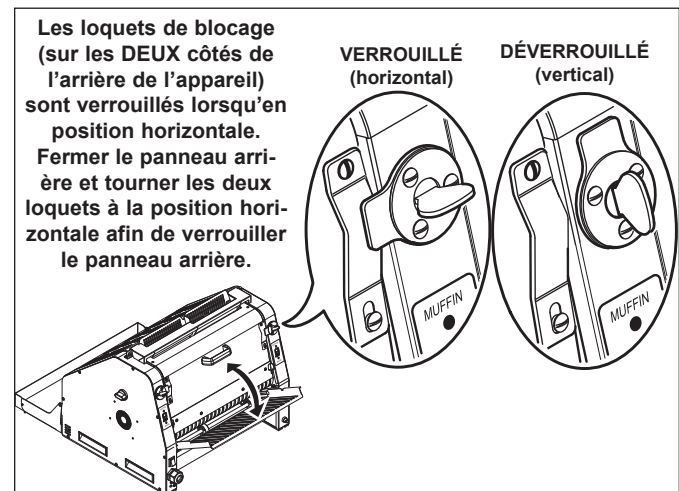

Figure 10. Loquets de blocage du panneau arrière
- Fermer le panneau arrière et verrouiller les loquets de blocage du panneau arrière (figure 10).